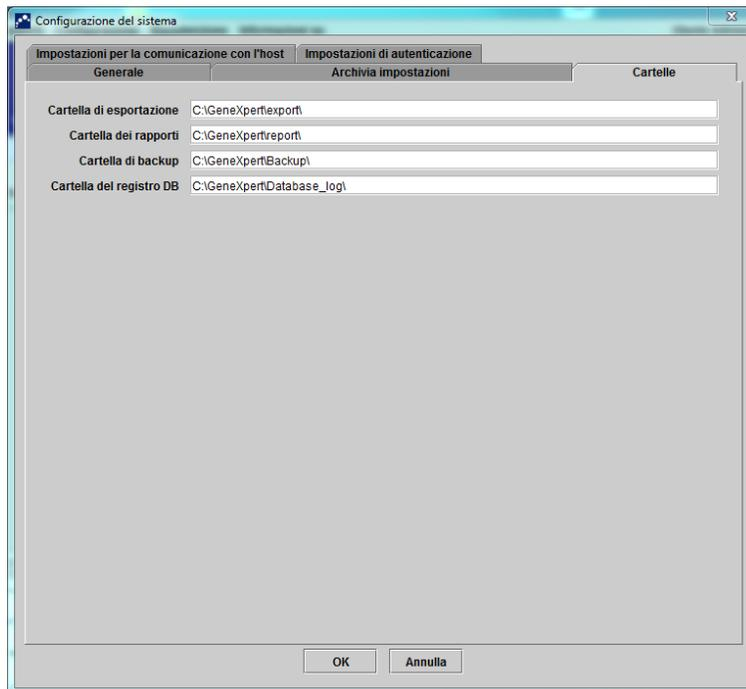

Figura 2-80. Finestra di dialogo Configurazione del sistema, scheda Cartelle
2. Fare clic sulla scheda **Cartelle**. Viene visualizzata la scheda **Cartelle**. Vedere la Figura 2-80.